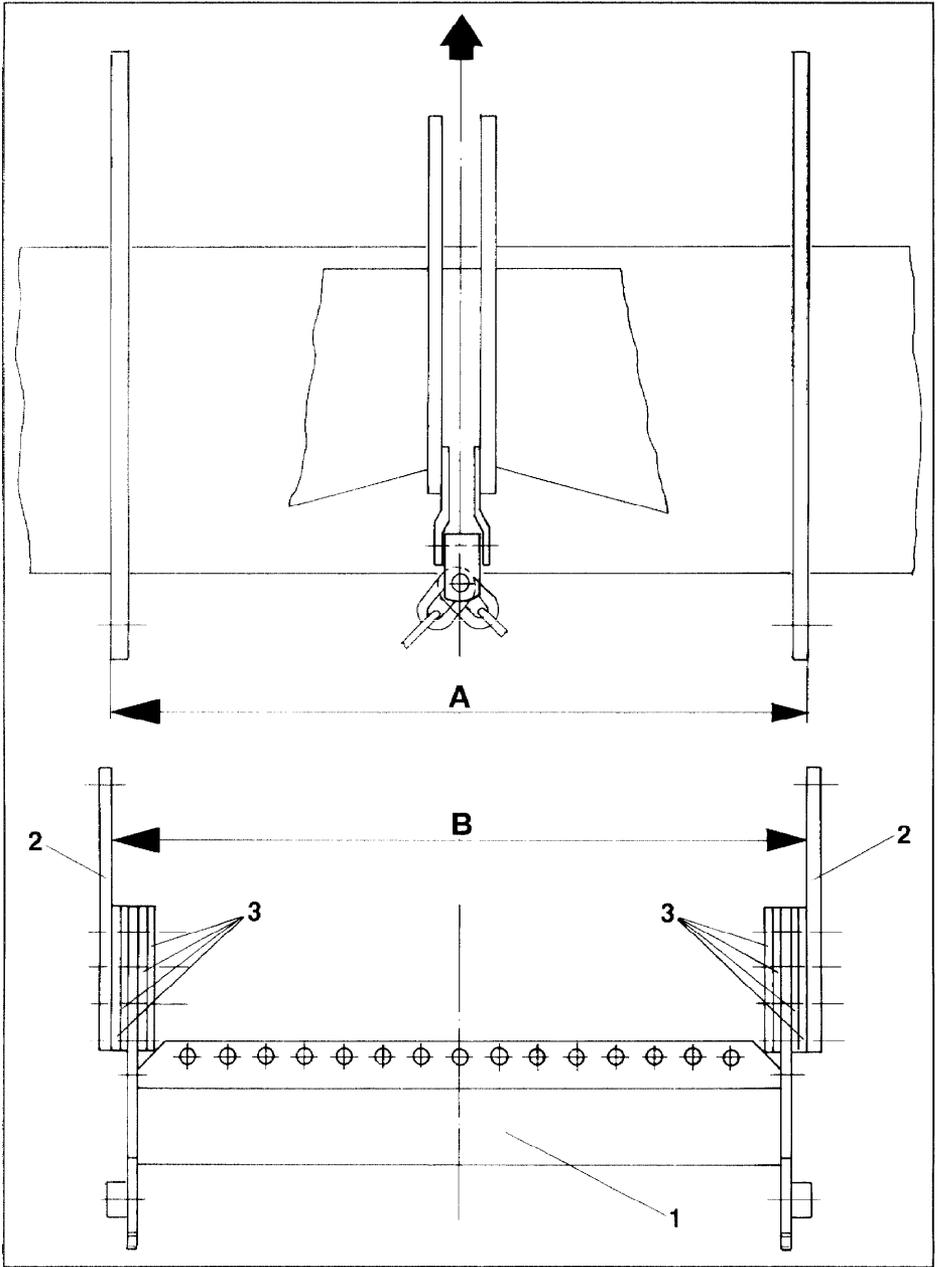
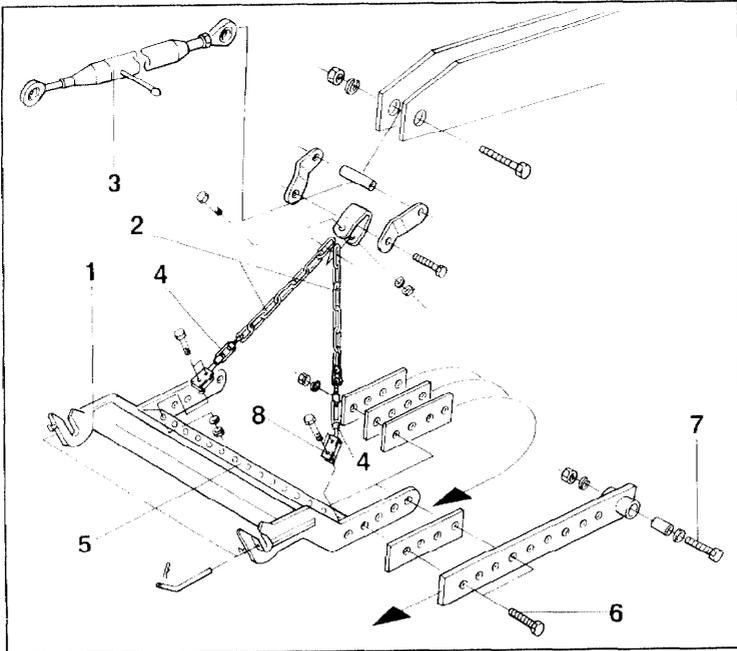
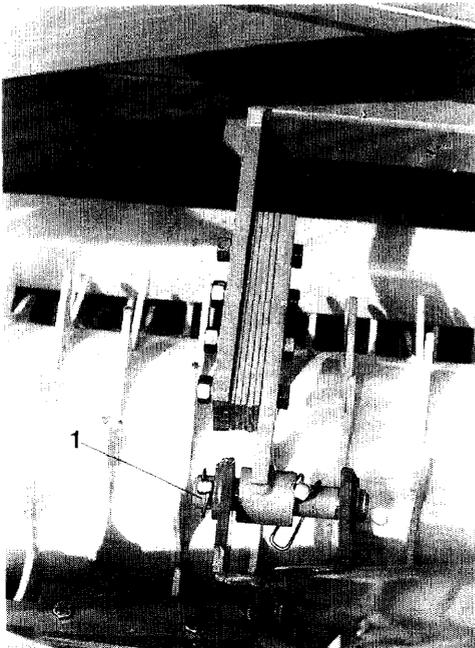

Fig. 17
Fig.19
Fig.20
Um den Kupplungsrahmen (Fig. 17/1) montieren zu können, ist es erforderlich, zuvor die Abstände "B" und "C" zu ermitteln (siehe Figuren 17 und 18).
Ermittlung des Abstandes "B" (siehe Fig. 17):
- Abstand "A" (Fig. 17) der hinteren unteren Anlenkpunkte Ihres Bodenbearbeitungsgerätes ausmessen.
- Kupplungsrahmen (Fig. 17/1), Anlenkplatten (Fig. 17/2) und Ausgleichsplatten (Fig. 17/3) an jeder Seite des Kupplungsrahmens mit mindestens zwei Skt.-Schrauben (Fig. 19/6) zusammenschrauben.
Abstand "B" durch Umlegen der Ausgleichsplatten (Fig. 17/3) einstellen.
In der Regel läßt sich der ermittelte Abstand "C" nicht ganz genau einstellen. Bedingt durch die Lochgruppen im Kupplungsrahmen (Fig. 17/1) und in den Anlenkplatten (Fig. 17/2) lassen sich nur Längen in Sprüngen von ca. 50 mm einstellen.
Kupplungsrahmen (Fig. 19/1) **mittig** an den hinteren unteren Anlenkpunkten des Bodenbearbeitungsgerätes befestigen. Der Kupplungsrahmen ist (je nach Hersteller), wie in den Figuren 19 und 20 gezeigt, entweder mit Schrauben (Fig. 19/7) oder Bolzen (Fig. 20/1) gelenkig, d.h. nicht starr an den Unterlenkern zu befestigen.
Zwei Ketten (Fig. 19/2) zusammen mit dem Spannschloß (Fig. 19/3) am Oberlenker befestigen. Die Kettenenden sind mit Schäkkel ausgerüstet. An jedem Schäkkel ist jeweils ein Spannschloß (Fig. 19/4) zu befestigen. Die Spannschlösser sind am Kupplungsrahmen möglichst weit außen an der Lochleiste (Fig. 19/5) mit Hilfe der Zuglaschen (Fig. 19/8) anzuschrauben. Die Zuglaschen sollten nur dann mehr zur Mitte hin befestigt werden, wenn störende Maschinenteile die Befestigung im Außenbereich unmöglich machen.